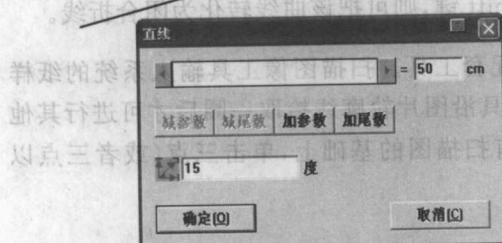

图 2-2-15
① 作直线：在操作区域内，单击鼠标左键，再在任意处单击一下左键，即可作出一条直线，同时弹出该直线的长度对话框如图 2-2-15 所示，在参数框里选择相应的人体尺寸(参数数)并可键入其倍数和尾数确定完成。